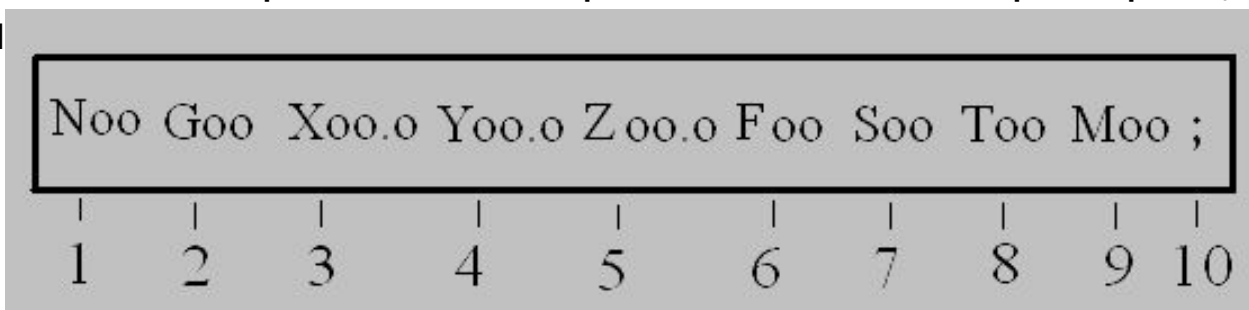

Рис. 10. Структура одного кадра:
- **Кадр** представляет собой часть управляющей программы, содержащей не менее одной команды. Под кадром понимают некоторую совокупность слов данных, расположенных в определенном порядке, которые несут вспомогательную, геометрическую и технологическую информацию. Информация кадра необходима для выполнения подготовительных или рабочих действий исполнительных органов станка. Подготовительные действия подготавливают выполнение или завершение рабочего действия. Рабочие действия обеспечивают перемещение режущего инструмента по заданной траектории. Структура одного кадра показана на рис. 10. Каждый кадр должен содержать слово «Номер кадра» (N), информ